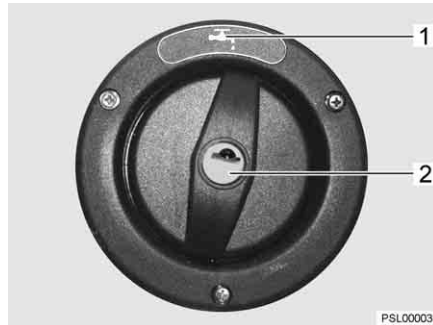

Fig. 189 Bec de remplissage d'eau potable
Le bec de remplissage d'eau potable est désigné par le symbole "☞" (Fig. 189,1). Le couvercle de fermeture est ouvert et verrouillé à l'aide de la clé pour les serrures extérieures.
- Insérer la clé dans le barillet (Fig. 189,2) et la tourner d'un quart de tour dans le sens inverse des aiguilles d'une montre.
- Ouvrir le bec de remplissage d'eau potable (Fig. 189) (voir chapitre 6).